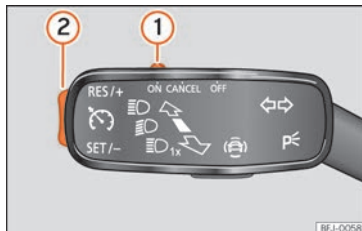

Fig. 150 Sur le levier des clignotants : commandes du GRA.
- Déplacez la commande » fig. 150 ① jusqu'à **ON**.
- Appuyez sur le bouton » fig. 150 ② dans la zone **SET/-**.
- Déplacez la commande » fig. 150 ① jusqu'à **CANCEL** ou appuyez sur la pédale de frein.
- Appuyez sur le bouton » fig. 150 ② dans la zone **RES/+**.
Lorsque le GRA régule la vitesse, vous pouvez modifier la vitesse enregistrée à l'aide de la touche » fig. 150 ② :
- Pour augmenter par incrément de 1 km/h (1 mph), appuyez brièvement sur le bouton » fig. 150 ② dans la zone **RES/+**.
- Pour augmenter la vitesse de façon ininterrompue, maintenez le bouton » fig. 150 ② dans la zone **RES/+**.
- Pour réduire par incrément de 1 km/h (1 mph), appuyez brièvement sur le bouton »» fig. 150 ② dans la zone **SET/-**.
- Pour réduire la vitesse en continu, maintenez le bouton »» fig. 150 ② dans la zone **SET/-**.
- Déplacez la commande »» fig. 150 ① sur **OFF**.